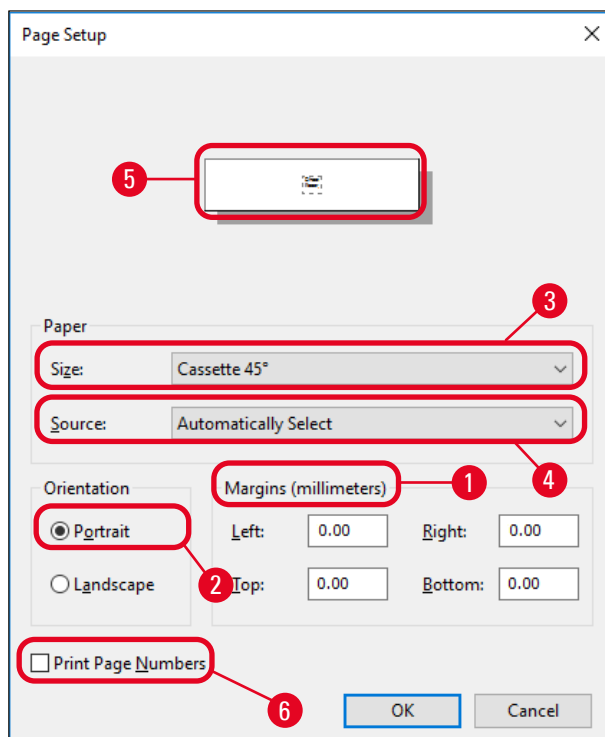

Fig. 46
3. Primero es necesario seleccionar los ajustes de página: Haga clic en **File** (archivo) > **Page Setup** (configurar página) para abrir el cuadro de diálogo **Page Setup** (configurar página) (→ "Fig. 46").